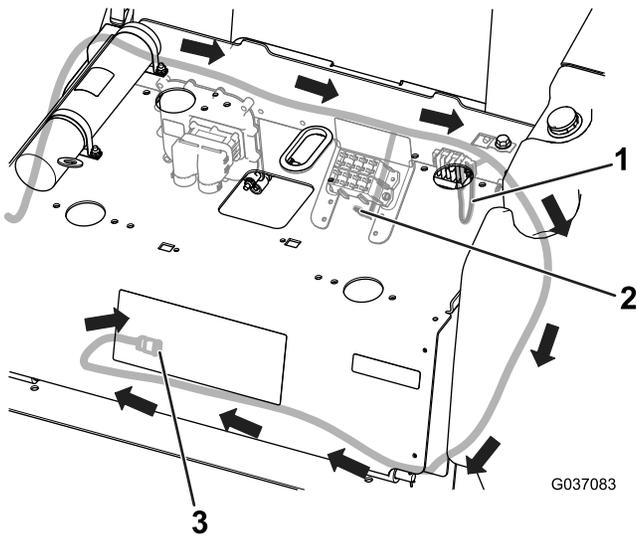

Figura 5
- 7. Enchufe el conector del bloque de fusibles del arnés de cables en el bloque de fusibles y enchufe el conector del bloque de conexión a tierra en el bloque de conexión a tierra (Figura 5).